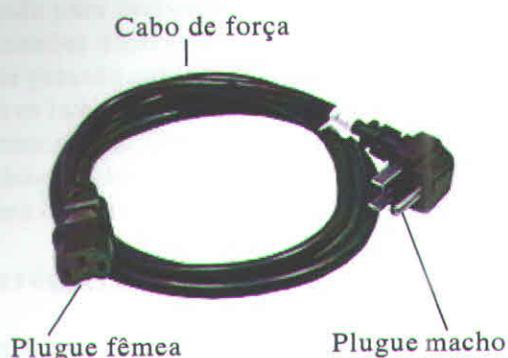

Figura 14
Os cabos de força utilizados nos produtos Cidepe seguem normas internacionais sendo o plugue macho NEMA(1) 5/15 NBR 6147 e o plugue fêmea norma IEC(2). - Figura 14.